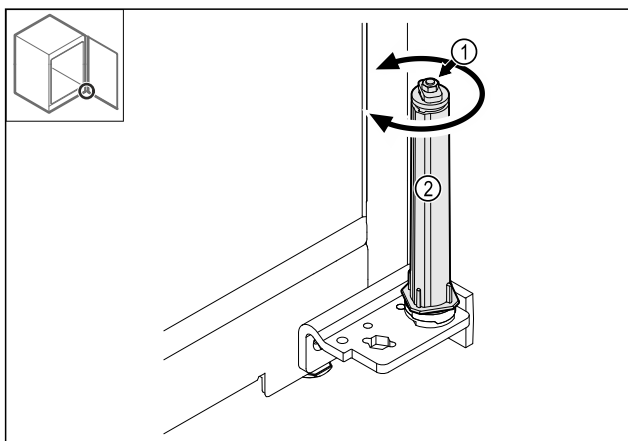

Fig. 44
- Ne razstavljajte vijalne povezave Fig. 44 (1) sistema za zaklepanje.
- Obračajte sistem za zaklepanje Fig. 44 (2), dokler ne klikne.